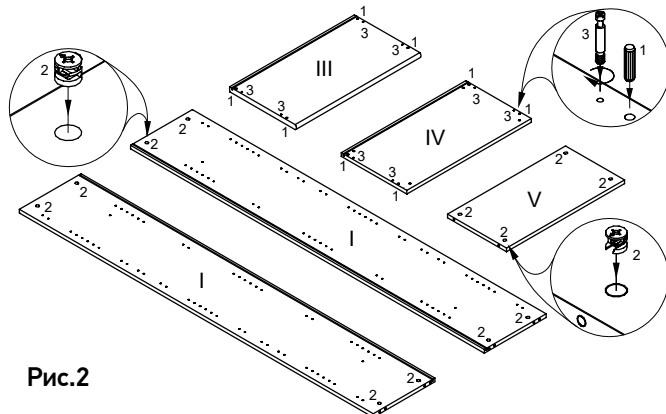

Рис.2
Положить полку нижнюю (IV) пазом вниз, (см.рис.1). Забить в отверстия футорки опор регулируемых (4). Положить боковину (I), полку верхнюю (III) и полку нижнюю (IV) пазом вверх, (см.рис.2). Вкрутить дюбеля стяжек-эксцентриков (3), вставить в отверстия шканты (1) (см.рис.2). Положить переставные полки (V) отверстиями вверх, (см.рис.2). Вставить стяжки-эксцентрики (2) стрелкой в направлении отверстий на торцах (см.рис.2).